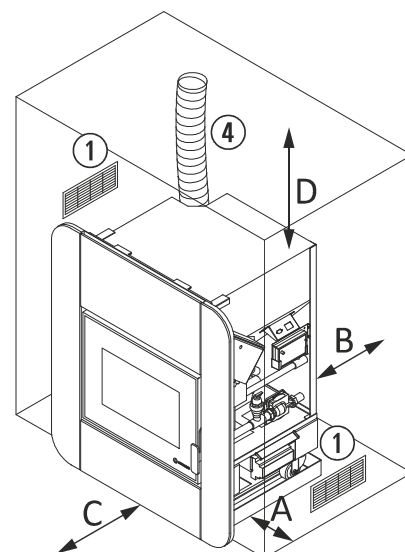

Figura 3
- 4.19.** Confirme os espaços entre a caldeira, o combustível e qualquer tipo de material inflamável, confirme na *figura 3*.